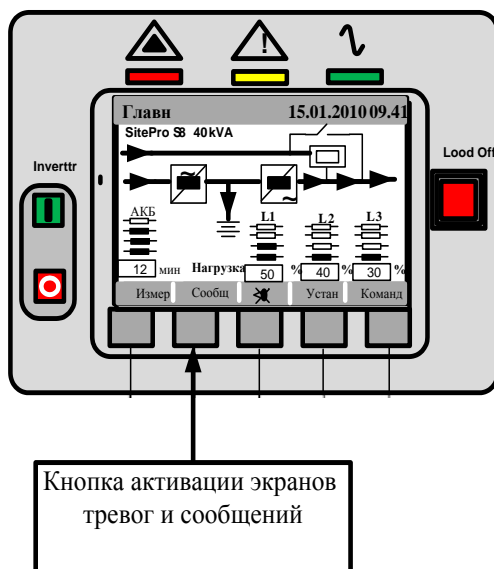

Рисунок 3. Кнопка активации экранов «Тревог и Сообщений»
7.3.2. Для просмотра журнала тревог и сообщений необходимо нажать кнопку «Сообщения», выбрать режим «пользовательский» и произвести вход в режим отображения журнала сигналов тревог и сообщений (рис. 3).